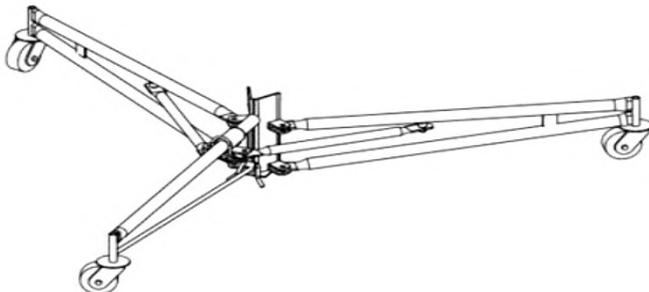

Abbildung 13
- Wenn alle Beine miteinander verbunden sind, sieht die endgültige Bodengruppe wie in Abb. 13 dargestellt aus.